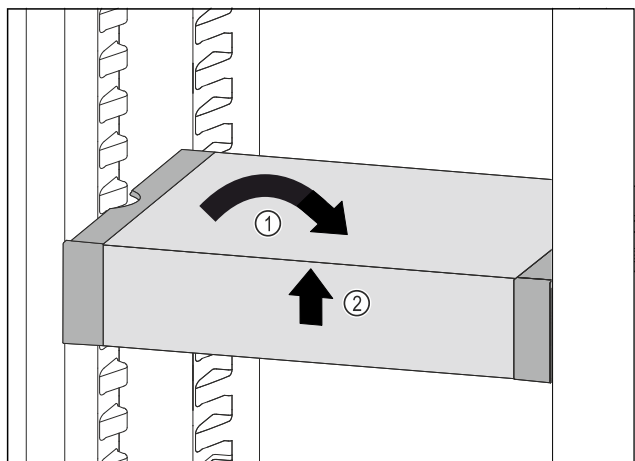

Fig. 84
- ▶ Plasser VarioSafe rett. Fig. 84 (1)
- ▶ Løft VarioSafe opp i forkant. Fig. 84 (2)